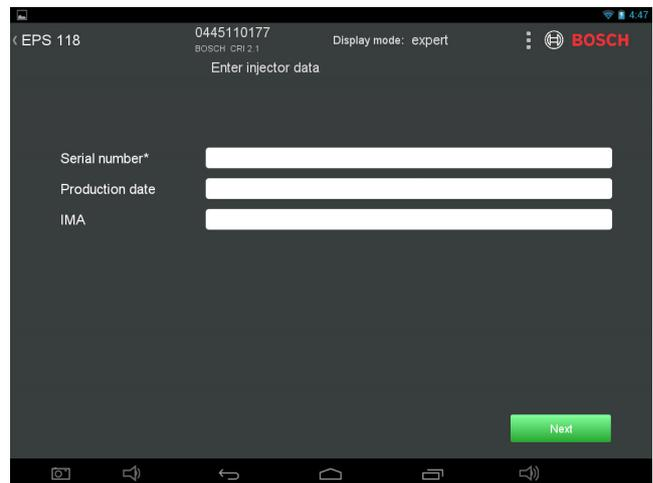

Рис. 37: Ввод данных инжектора
7.7.5 Ввод данных инжектора (Рис. 37)